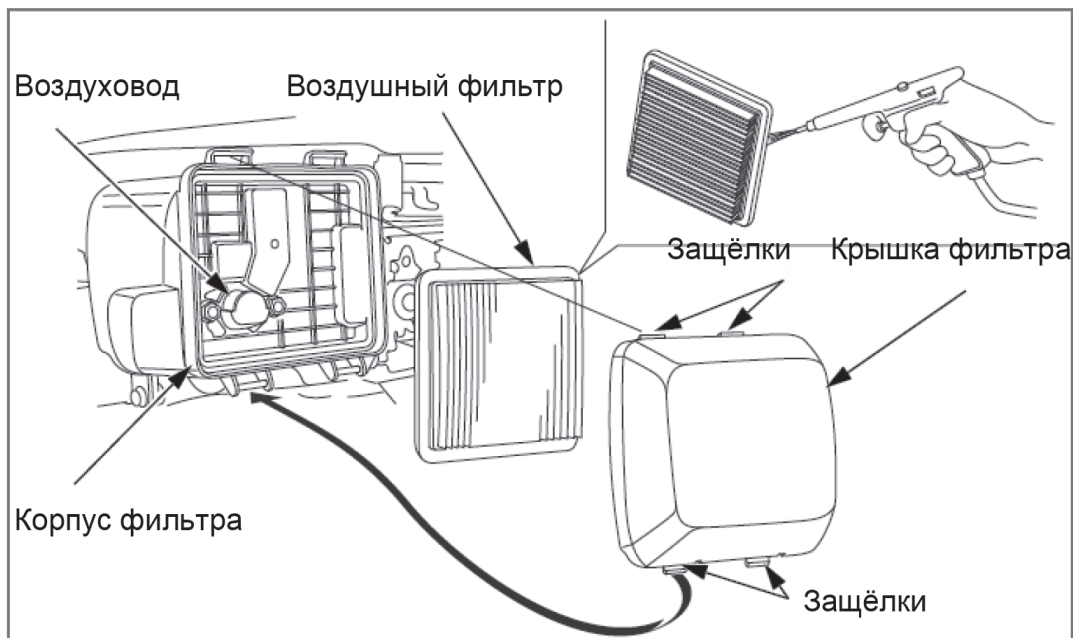

Рис. 23
- Установите на место фильтр и крышку воздушного фильтра (рис. 23).